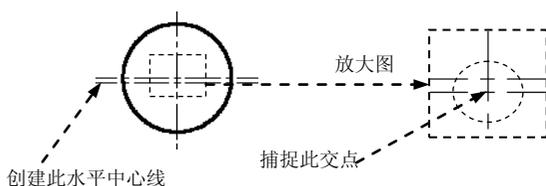

图 17.2.7 创建第二条水平中心线
(1) 创建图 17.2.7 所示的第二条水平中心线。选择下拉菜单 **修改(M)** → **偏移(O)** 命令, 输入偏移距离值 3 后并按 Enter 键, 选取第一条水平中心线的下方单击以确定偏移方向。